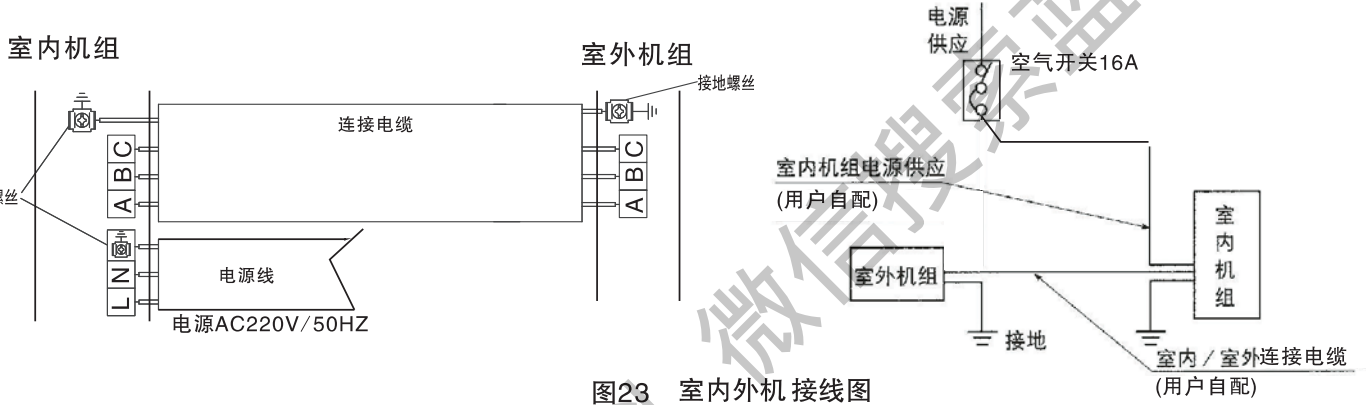

图23 室内外机接线图
(1) 用附件连接电缆按接线图示要求正确地连接室内外机组，绝对不可连接错误(如图23)。
(2) 连接电缆必须用室内外机组上的附属电线压板压紧